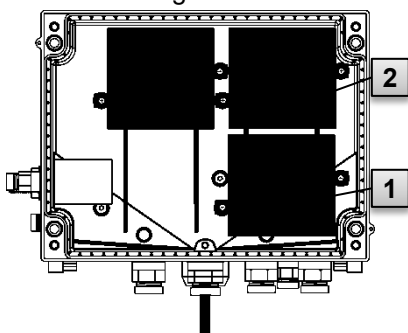

Fig. 28
4. Løsn skrueerne på batteridækslet Fig. 28: **1** or **2** og fjern batteridækslet.
7. Læg de nye batterier i (Fig. 28: **1** eller **2**).